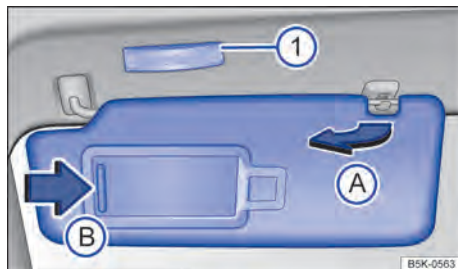

Fig. 81 Para-sol.
- Retirar o para-sol cuidadosamente do suporte segurando a base de fixação e virar na direção das portas → Fig. 81 A.
No para-sol rebatido para baixo encontra-se um espelho de cortesia atrás de uma cobertura. Ao abrir a cobertura → Fig. 81 B uma lanterna se acende ①.